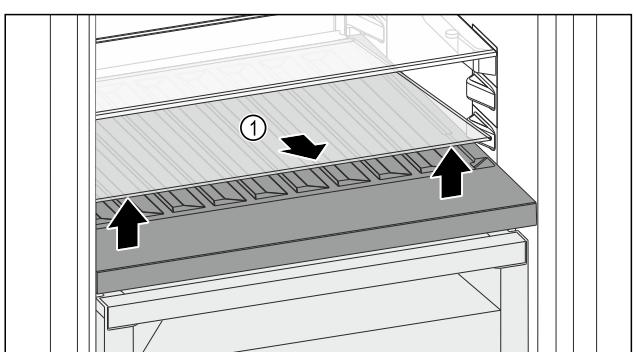

Fig. 123
- Dvignite steklo ploščo Fig. 123 (1) pri odprtini spredaj in jo odstranite.
- Steklo ploščo Fig. 123 (1) varno shranite zunaj naprave.